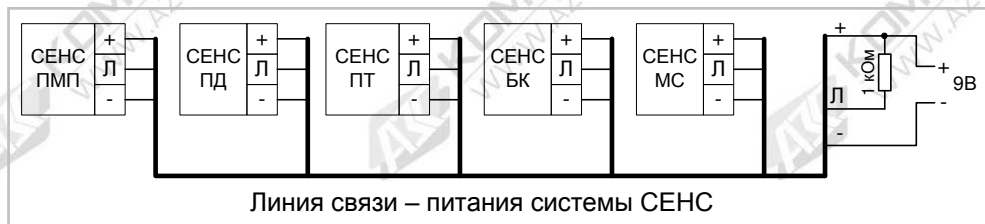

Рис. 17
11.1 Сигнализатор соединяется по трем проводам с общей линии связи-питания системы СЕНС так же, как и все устройства СЕНС (рис. 17). Если для питания линии используются блоки БП или БПК (из состава системы СЕНС), то резистор 1 кОм между «+» и «Л» не устанавливается (имеются в БП и БПК).